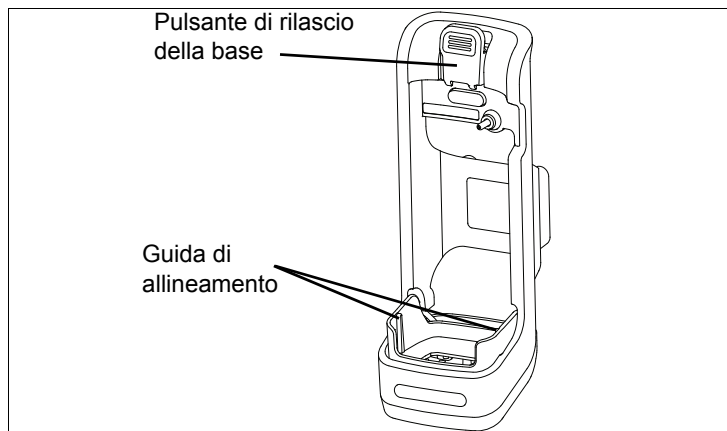
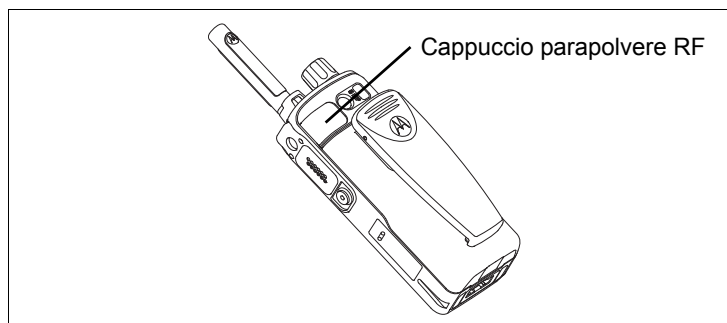

Figura 1. Base veicolare.
Figura 2. Terminale portatile TETRA.
1. Posizionare il terminale portatile TETRA nella base allineando gli slot sul lato inferiore del terminale con le guide di allineamento nella parte inferiore della base, come illustrato nella *Figura 1*. Assicurarsi che il cappuccio parapolvere RF del terminale portatile TETRA sia aperto (vedere *Figura 2*) prima di posizionare il terminale sulla base.
1. Premere in giù il pulsante di rilascio della base (vedere *Figura 1*) e sollevare il terminale portatile TETRA verso l'alto rimuovendolo dalla base.